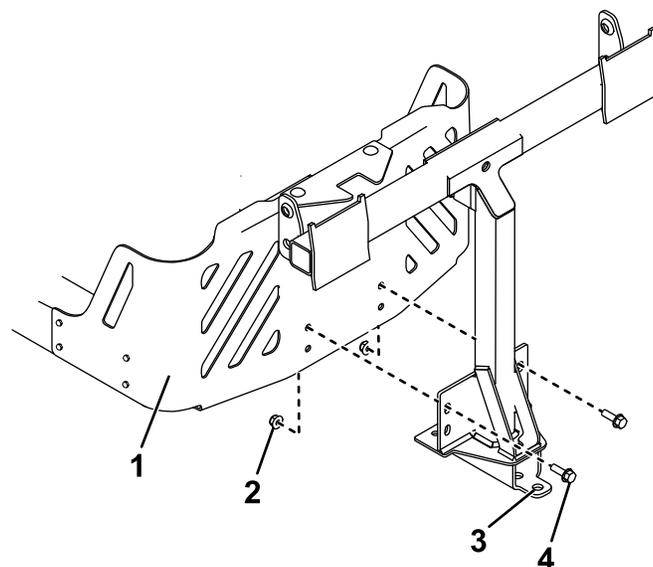

Figure 11
2. Montez le cadre pivotant sur le cadre de la machine comme montré à la **Figure 11**. Fixez le cadre pivotant à la machine au moyen de 2 boulons (5/16" x 1") et 2 contre-écrous (5/16").